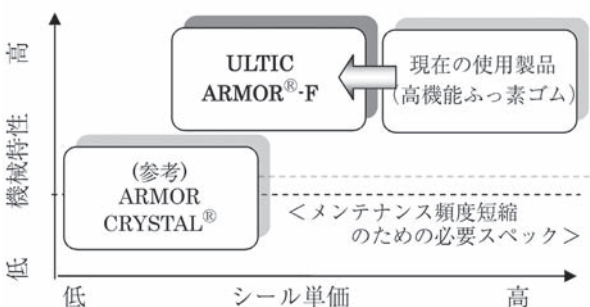

Fig.7 シール材使用箇所②での適材適所選定
現在の使用製品で、耐ラジカル性、耐熱性等によるダメージは特に見られず、シール部位①に同じく、“ARMOR CRYSTAL[®]”が候補となるが、本シール部位は動的部であるため、動的部で使用可能な機械特性も有する高機能ふっ素ゴム“ULTIC ARMOR[®]-F”を選定した。Fig.7に本部位での適材適所選定のポイントを図示する。